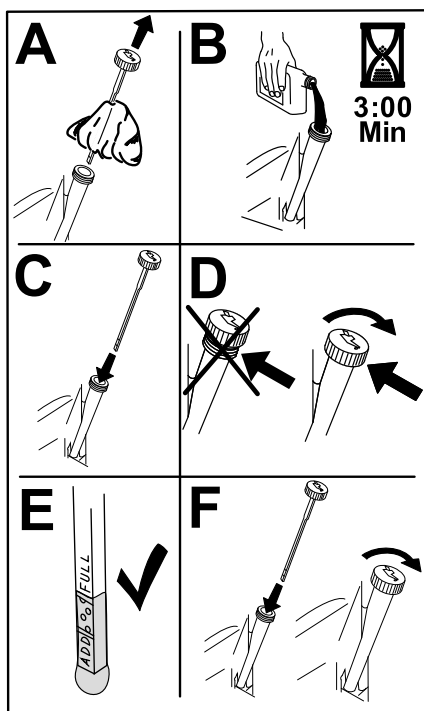

Figura 48
6. Versate lentamente circa l'80% dell'olio indicato nel tubo di rifornimento e sempre con cautela rabboccate l'olio necessario per portarlo alla tacca di Pieno (Figura 48).